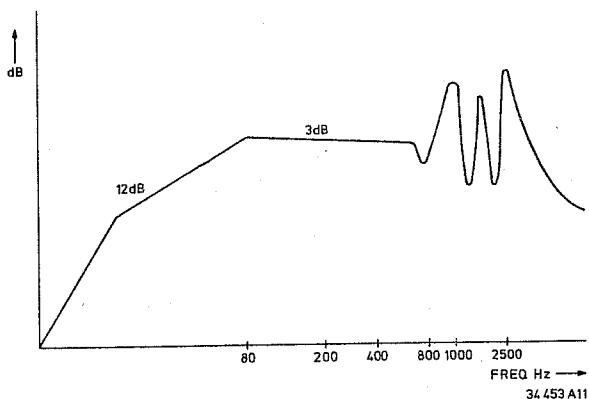

Fig. 1
- 3) Een onrustig gedrag vertoont vanaf > 800 Hz ten gevolge van het opbreken van de conus (1000 Hz) en resonanties van de conus en het opneemelement (2800 Hz). Zie Fig. 1.